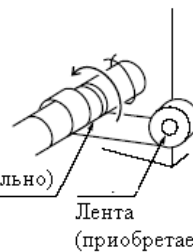

Рис. 11.2
- Зафиксируйте теплоизоляцию в местах соединения труб с помощью липкой ленты (приобретается отдельно), обращая внимание на то, чтобы слой теплоизоляции не имел щелей (Рис. 11.2).
- Не допускайте контакта проводников с трубопроводами газообразного и жидкого хладагента. Убедитесь, что трубопроводы полностью изолированы (см. Рис. 11.2).